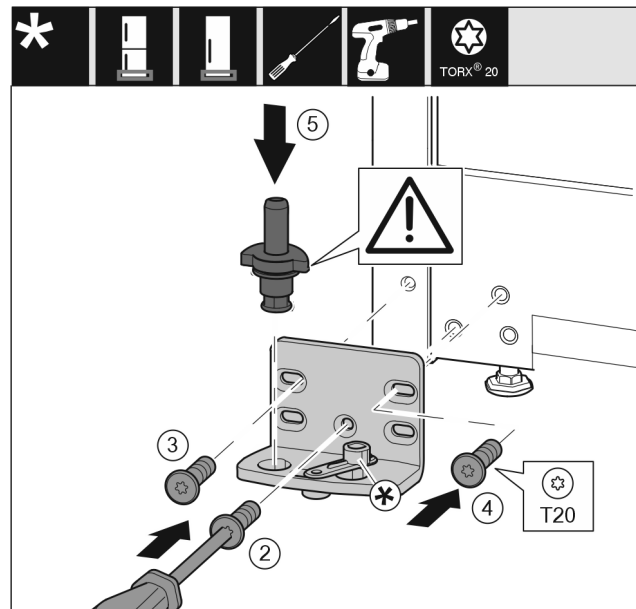

Fig. 18
- ▶ Lagerbok aan de andere zijde plaatsen en met behulp van een schroevendraaier er in schroeven. Met schroef Fig. 18 (2) onder in het midden beginnen.
- ▶ Schroef Fig. 18 (3) en schroef Fig. 18 (4) vastschroeven.
- ▶ Lagerbouten Fig. 18 (5) volledig instekken. Let hierbij op dat het vergrendelingslipje naar achteren wijst.